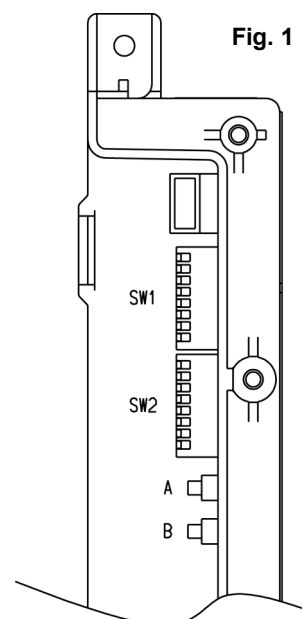

Fig. 1
4. Verificare che il tipo di gas selezionato tramite la posizione dei microinterruttori del PCB (Fig.1) coincida con il gas dell'impianto (fare riferimento alla tabella riportata a **pag.37**).